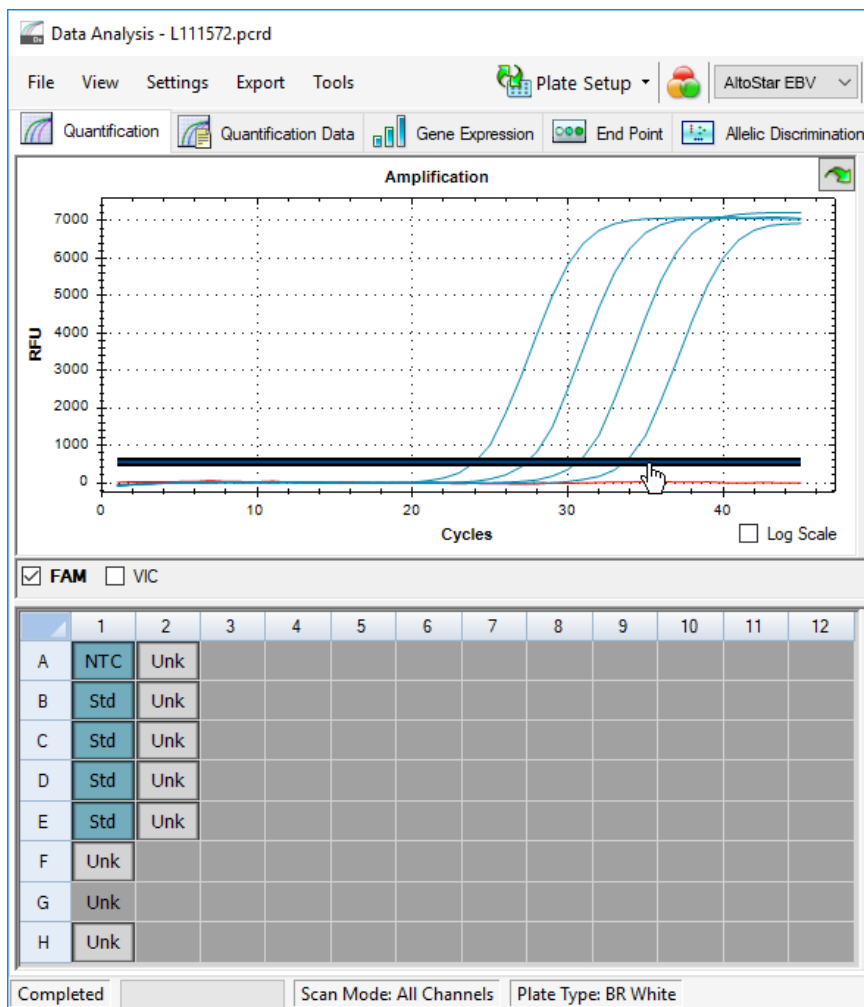

Abb. 10: Fenster Data Analysis (Datenanalyse): Festlegen des FAM™ Schwellenwerts
5. Entfernen Sie links im Fenster Data Analysis (Datenanalyse) das Häkchen aus dem Kontrollkästchen neben **VIC** und setzen Sie das Häkchen im Kontrollkästchen neben **FAM** für den Detektionskanal der EBV-Zielsequenz (siehe Abbildung 10).
- Wählen Sie nur die Wells mit der NTC und den QS in der Platten-Ansicht des Fensters Data Analysis (Datenanalyse) aus (siehe Abbildung 10).
- Ziehen Sie den Schwellenwert deutlich über das Signal der NTC hinaus in den exponentiellen Bereich der Signale der QS (siehe Abbildung 10).